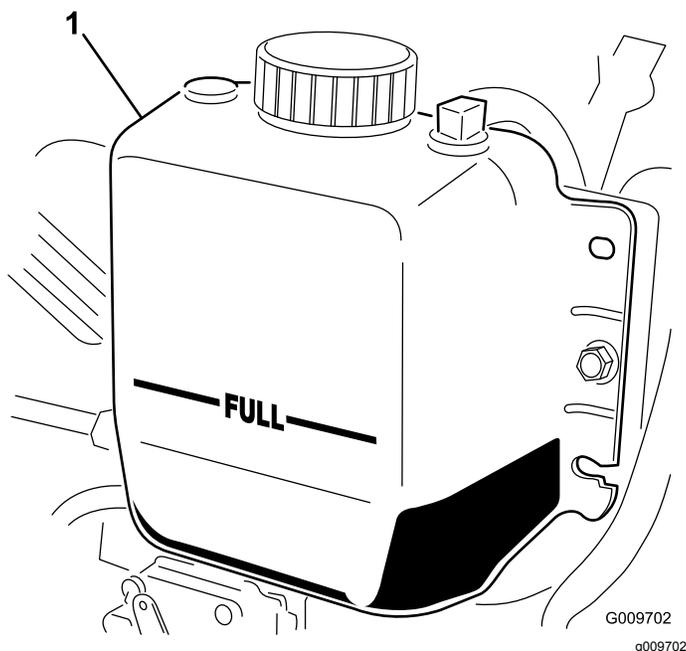

図 63
2. ラジエター内部の液量を点検する。ラジエターは補給口の首の部分まで、補助タンクはFULLマークまであれば適正です 図 63。